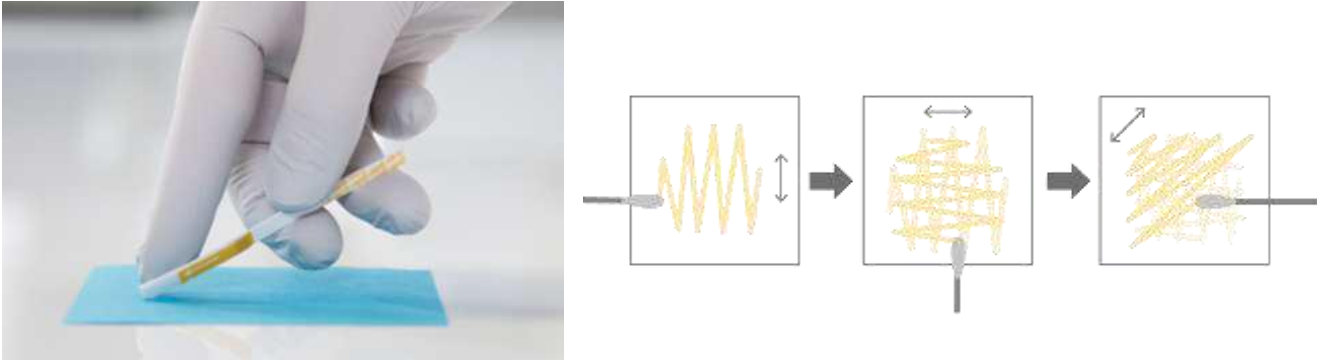
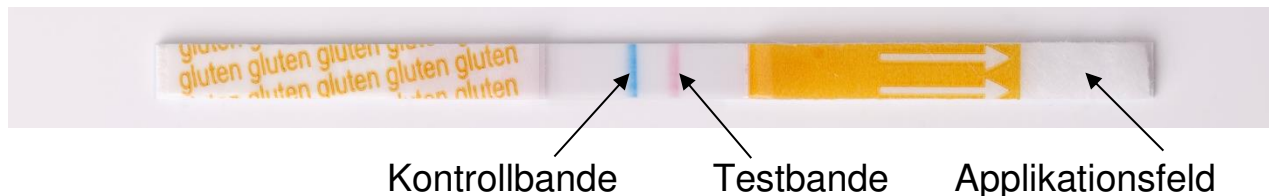

Abb. 1: Direkte Probennahme von Oberflächen mit RIDA®QUICK Gliadin
Abb. 2: Teststreifen RIDA®QUICK Gliadin
- Mit dem unteren Ende (Applikationsfeld; siehe auch Kapitel 10, Abb. 2) eines trockenen Teststreifens eine Fläche von 10 x 10 cm mit einer Kreuzschraffur-Technik in allen Richtungen (siehe Abb. 1) gründlich abwischen.
Die rechte Bande im Ergebnisfeld ist die rote Testbande (siehe Abb. 2). Die Probe enthält Gluten, wenn die Testbande sichtbar ist.
Die linke Bande im Ergebnisfeld ist die blaue Kontrollbande (siehe Abb. 2). Sie muss nach jedem Testlauf sichtbar sein.